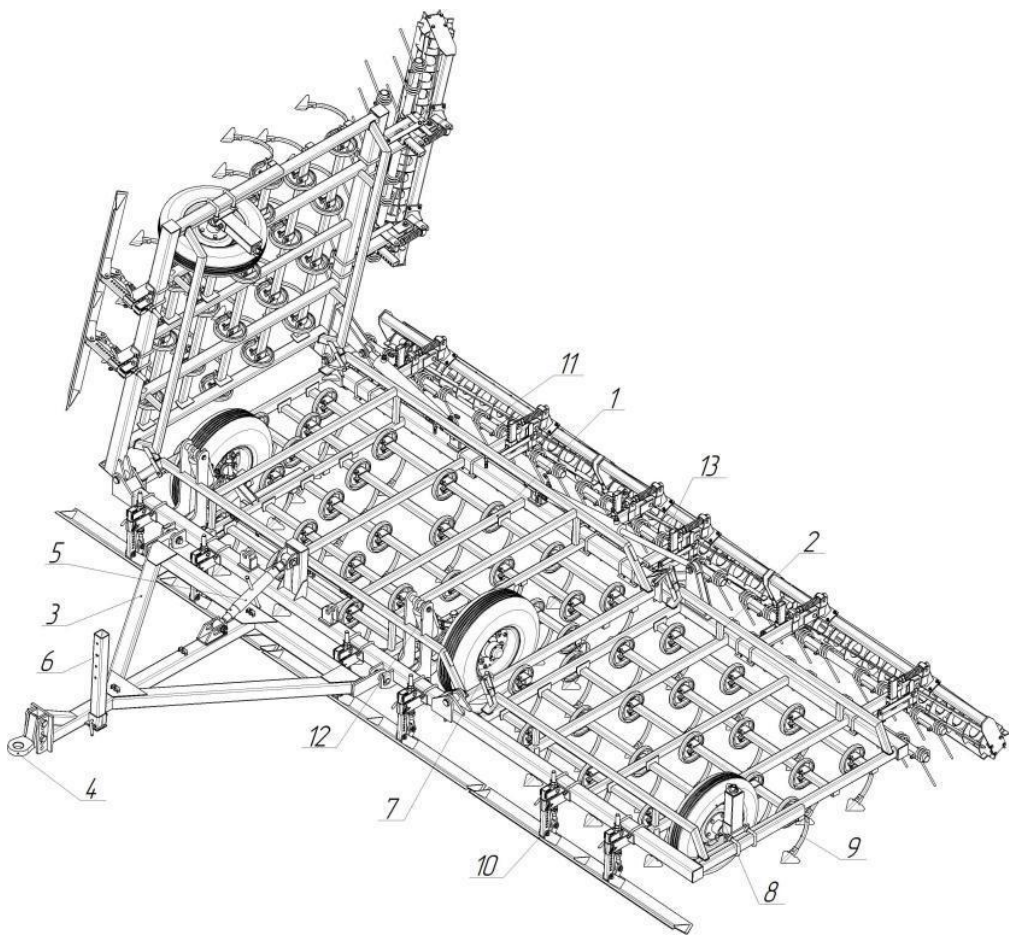

Рисунок 1 – Общий вид культиватора КПМ-8П
3.1 Культиватор (рис. 1) состоит из рамы 1, которая является основной несущей частью культиватора и представляет собой сварную конструкцию из труб квадратного и прямоугольного профиля, на которую монтируются основные узлы и детали культиватора.